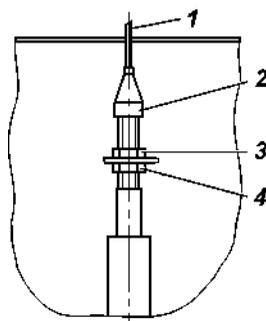

Рис. 9.8. Регулировка привода педали акселератора:
**Привод педали акселератора** в процессе эксплуатации может потребовать регулировки натяжения троса. Для натяжения троса отверните гайку 3 (рис. 9.8) и затяните гайку 4.